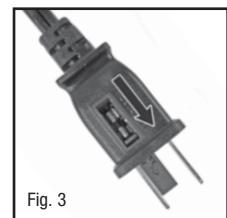

Fig. 3
3. Puede accesar a el fusible fundido abriendo la puerta que se encuentra en la parte lateral del enchufe. Deslice la puertahacia afuera hasta que el fusible fundido esté completamente visible (Fig. 3).
- Para trasladar el ventilador, apáguelo y levántelo tomándolo por el asa oculta en el aro exterior del ventilador (Fig. 3)